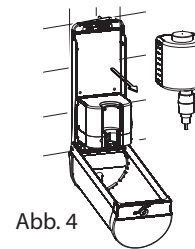

Abb. 4
- D. Öffnen Sie das Gehäuse mit dem Schlüssel (Abb. 4).